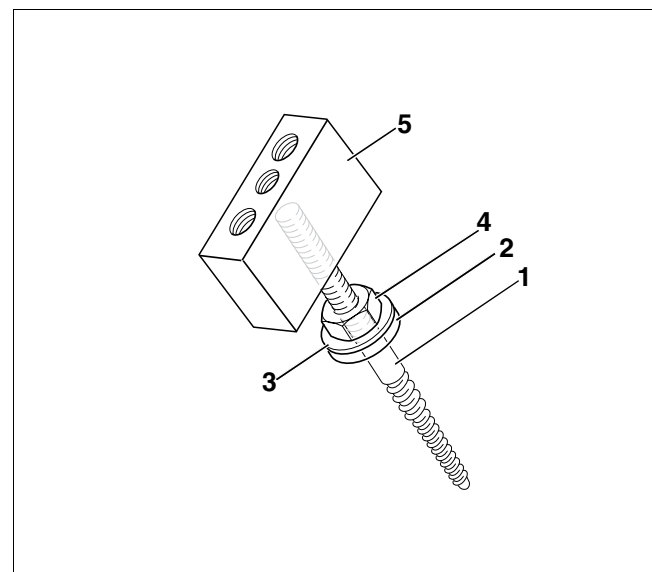

Fig. 5 Ordinea de montaj a șuruburilor de ancorare
- Montați șuruburile de ancorare conform Fig. 5. Respectați la asamblare ordinea de montaj a fiecărei piese.
- Înșurubați piesa de rezemare (Fig. 5, **Poz. 5**) până la refuz pe șurubul de ancorare (Fig. 5, **Poz. 1**).